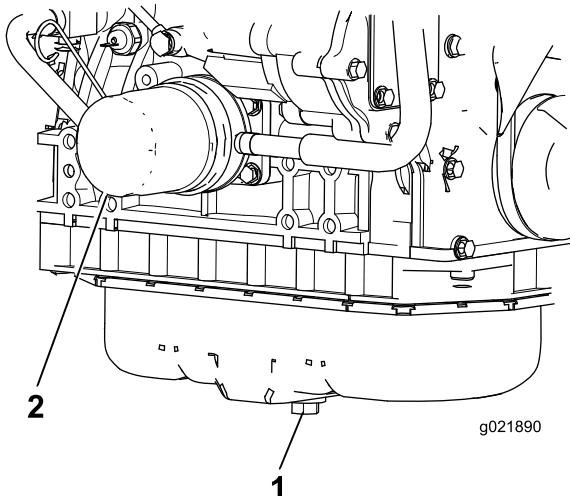

Figure 56
1. Retirez le bouchon de vidange (Figure 56) et laissez couler l'huile moteur dans un bac de vidange. Remettez le bouchon en place lorsque la vidange d'huile est terminée.
2. Déposez le filtre à huile (Figure 56). Appliquez une fine couche d'huile propre sur le joint du filtre de rechange avant de le visser en place. **Ne serrez pas excessivement.**